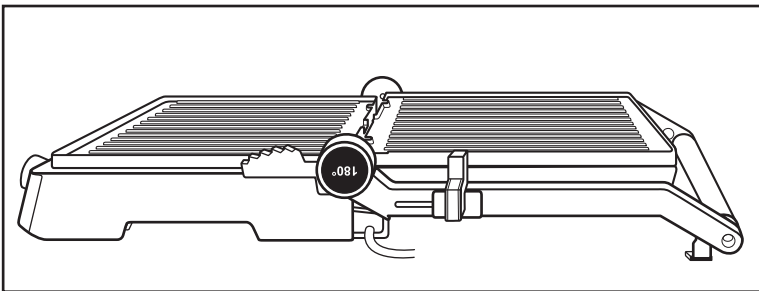

Fig. 2
- 3) As placas de aquecimento ❷ estão agora lado a lado e podem ser utilizadas como grelhador de mesa (fig. 2).